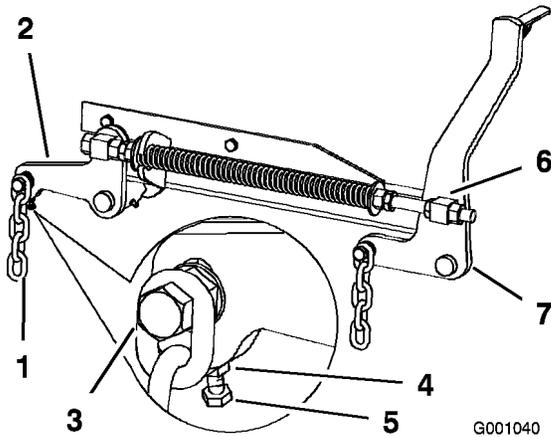

Figure 73
7. Si la distance mesurée au point **B** ou **C** n'est pas correcte, desserrez le boulon de fixation de la chaîne arrière au bras de support arrière (Figure 73).
réglage de manière à obtenir une distance de 79 à 83 mm (Figure 73).
7. Desserrez d'environ 13 mm les écrous de blocage à l'avant des pivots avant gauche et droit (Figure 73).
8. Réglez les écrous de relevage sur les côtés gauche et droit de la machine de manière à abaisser l'avant de 6 à 10 mm au point **A** par rapport au point **B** à l'arrière (Figure 73).